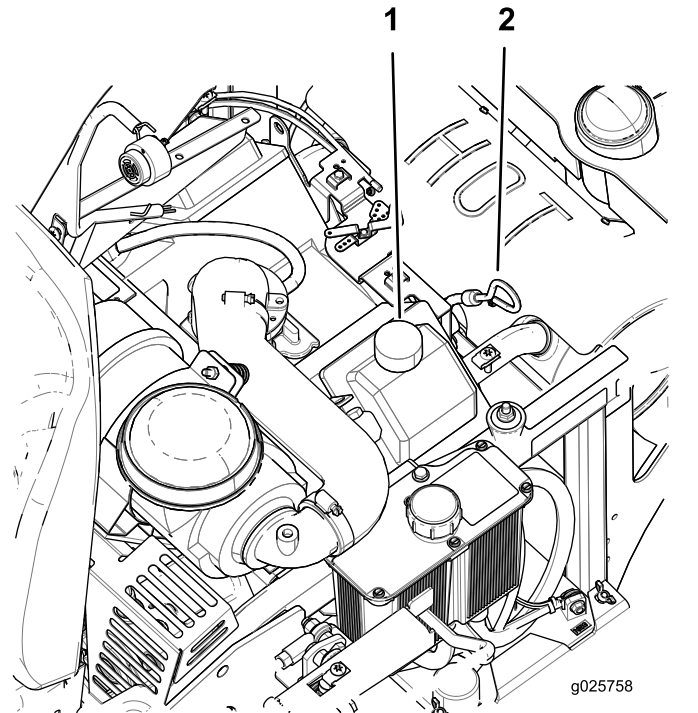

Figure 40
4. Pour éviter de faire tomber de l'herbe, de la poussière, etc. dans le moteur, nettoyez la surface autour du bouchon de remplissage et de la jauge de niveau avant de l'enlever (Figure 40).
8. Si le niveau d'huile est trop bas, essuyez la surface autour du bouchon de remplissage, retirez le bouchon et faites l'appoint d'huile jusqu'à ce que le niveau atteigne le repère maximum sur la jauge (Figure 40).
4. Versez lentement environ 80 % de l'huile spécifiée dans le tube de remplissage, puis faites l'appoint lentement pour faire monter le niveau jusqu'au repère maximum (**full**) sur la jauge (Figure 40).
5. Démarrez le moteur et conduisez la machine jusqu'à une surface plane et horizontale. Vérifiez à nouveau le niveau d'huile (Figure 40).